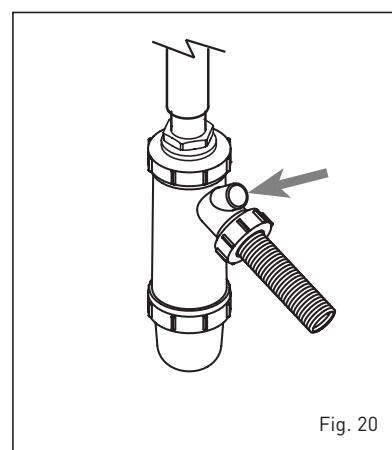

Fig. 20
4.5 MANTENIMIENTO (fig. 20)
El eventual llenado se realiza desde la boca específica (fig. 20).